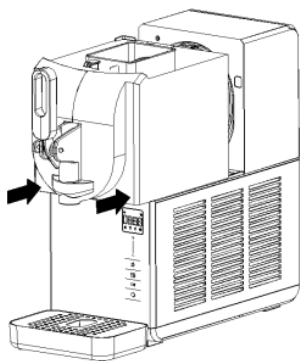
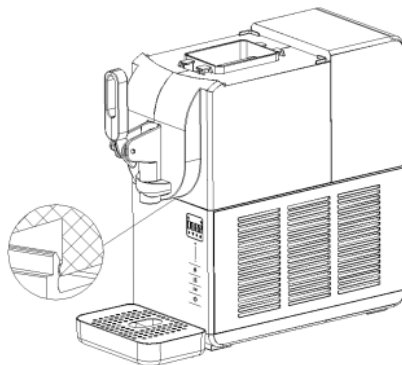

Fig.18
Fig.19
6. Flugt den samlede enhed til påfyldningsbeholder med revnen i kabinettet, og skub den mod bagvæggen. Den korrekte måde er at skubbe vandbeholderen i nederste venstre og højre hjørne på påfyldningsbeholderen, hvilket er nemmere (som vist i fig. 18), for at sikre, at den er fuldstændig monteret på tætningsringen, og at den nederste krog sidder ordentlig fast i kabinettet (som vist i fig. 19).